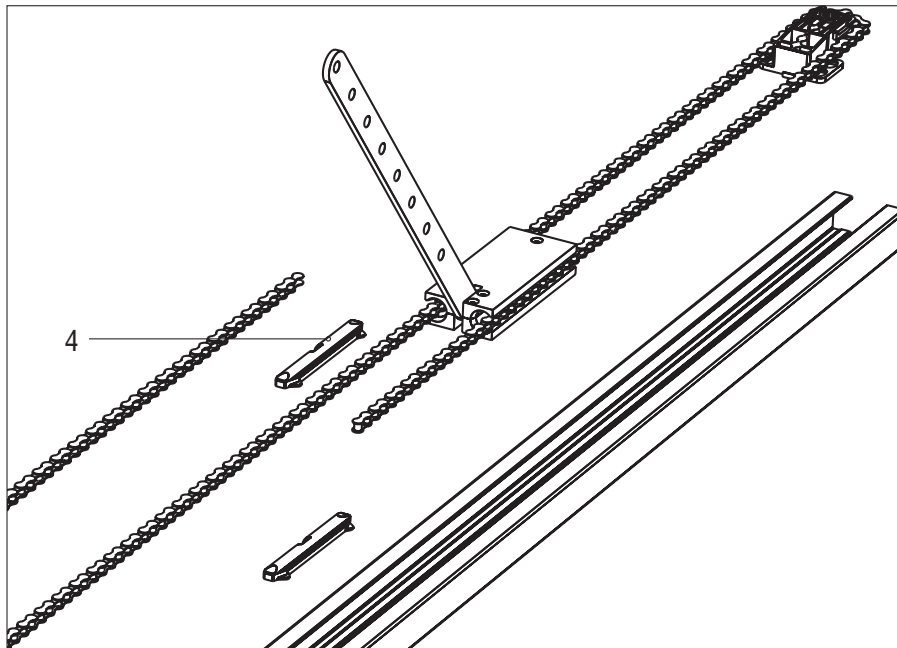

Рис. 4
5. Розберіть опору, поз. 4, на дві частини (рис. 4).